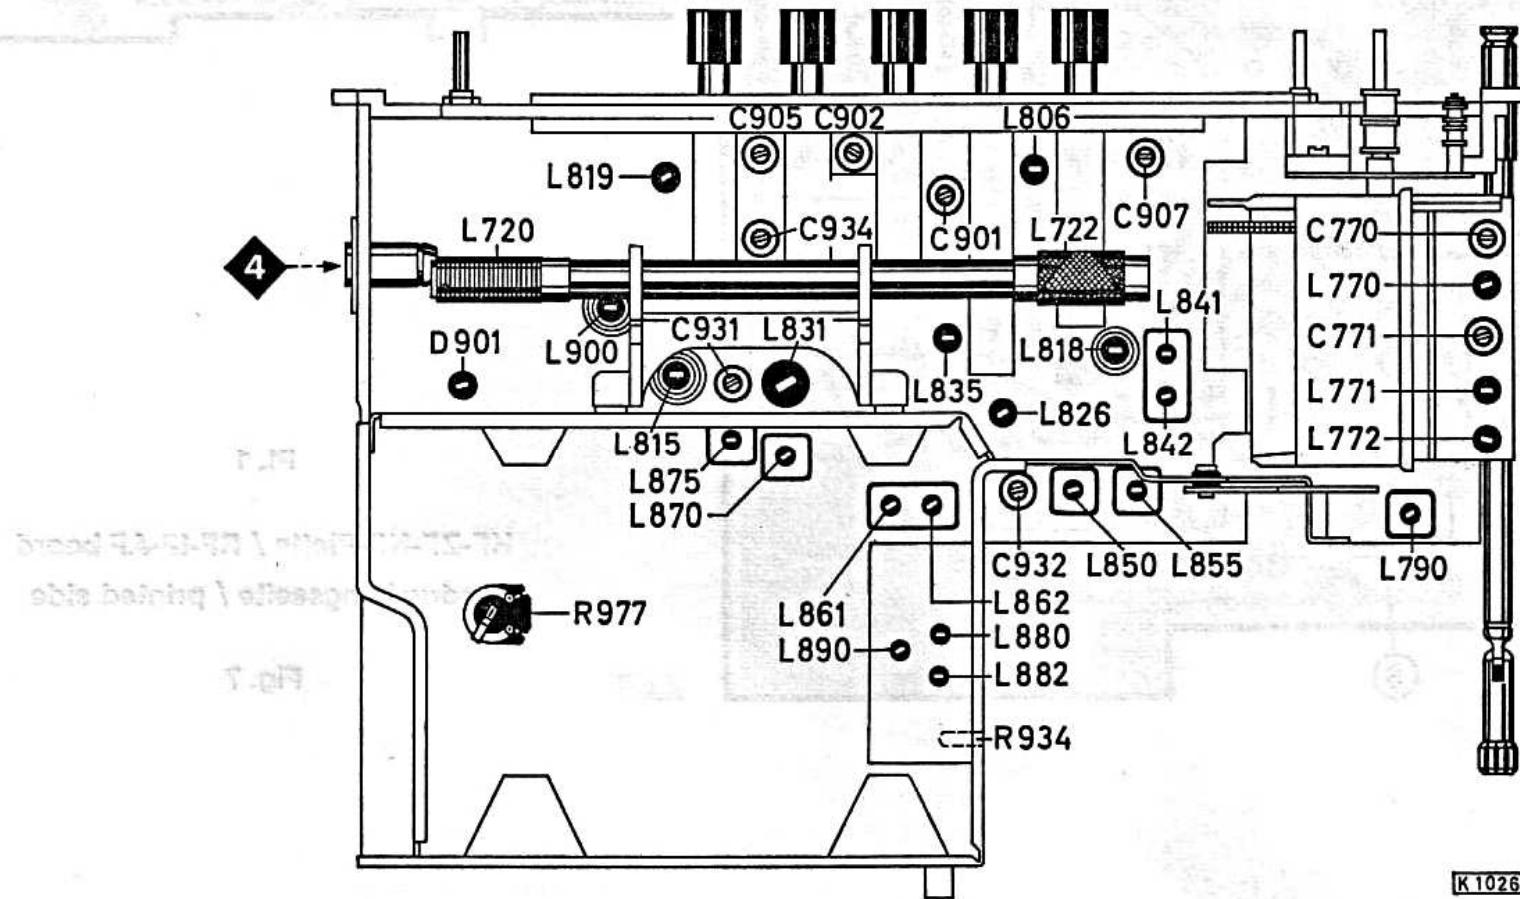

Fig. 8
- 6.5 Den Ruhestrom ca. 1 Minute nach dem Einschalten des Gerätes mit dem Einstellregler R 977 (Fig. 8) auf 4 mA + 20–10 % einstellen.
- 6.5 Approx. 1 minute after switching on set, set zero signal current via adjuster R 977 (fig. 8) to 4 mA +20–10 %.